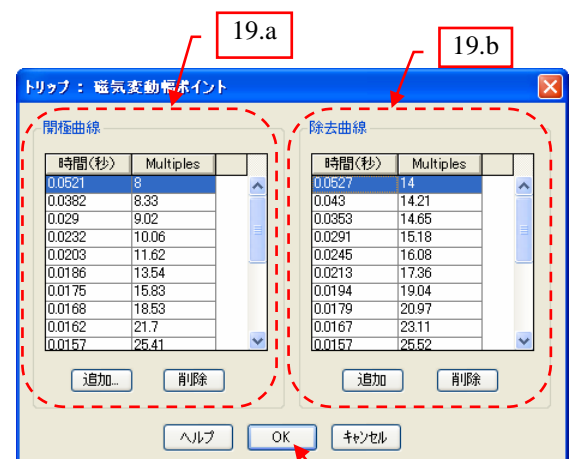

図 22
19. “トリップ: 磁気変動幅ポイント” ダイアログボックスに以下の通り入力します。 図 22 参照